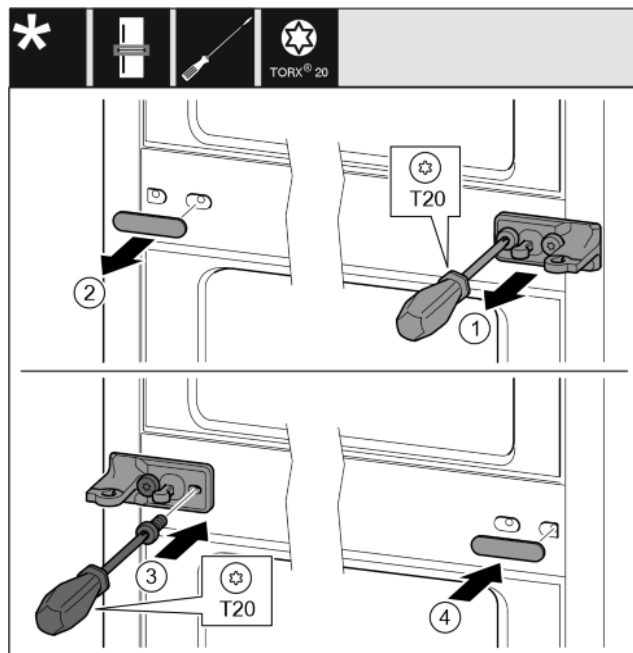

Fig. 26
- ▶ Stiahnite podložku. Fig. 26 (1)
- ▶ Skrutkovačom T20 vyskrutkujte skrutky. Fig. 26 (2)
- ▶ Opatrne stiahnite kryt. Fig. 26 (3)
- ▶ Ložiskovú konzolu s fóliou priskrutkujte otočenú o 180° na druhú stranu. Fig. 26 (4)
- ▶ Kryt pripievnte otočený o 180° na druhú stranu. Fig. 26 (5)
- ▶ Podložku nasuňte spredu. Fig. 26 (6)